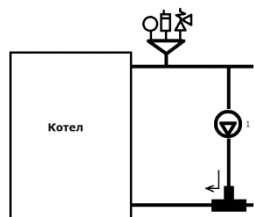

Рис. 11
- На линии подачи теплоносителя в непосредственной близости от котла необходимо устанавливать группу безопасности (поз. 2, рис. 11). Группа безопасности включает в себя такие элементы, как манометр, автоматический воздухоотводчик и аварийный сбросной клапан.
- Разница между температурой в подающем и обратном трубопроводе не должна превышать 20 °С. Температура теплоносителя в обратном трубопроводе должна быть больше 50-55 °С. Для повышения температуры воды в обратном трубопроводе необходимо установить насос рециркуляции из подающей в обратную линию (поз. 1, рис. 11). Насос подбирается таким образом, чтобы его производительность не составляла более 30% от производительности циркуляционного насоса системы отопления.